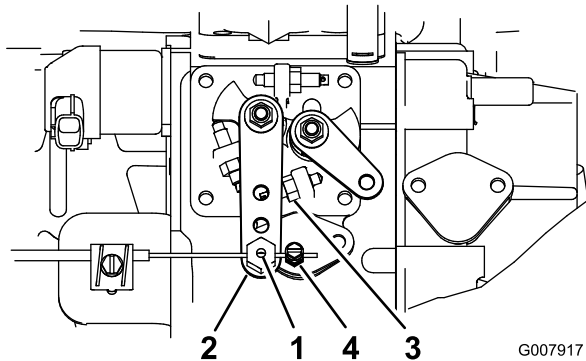

Figura 53
2. Afloje el conector del cable del acelerador, en el cable del acelerador, junto a la palanca de la bomba de inyección (Figura 53).
3. Sujete la palanca de la bomba de inyección contra el tope de ralentí alto (Figura 53).